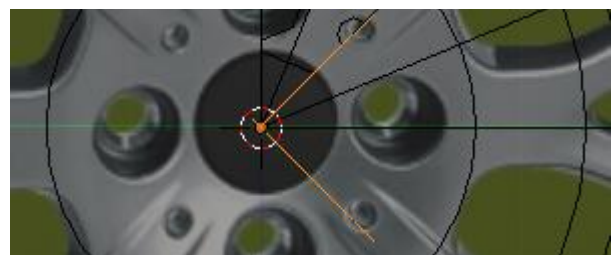

Figura 5.23
13. Coloque o cursor 3D na origem, **[Shift]+[S] > Cursor to Center**, insira um Empty, **[Shift]+[A] > Empty**, e rode-o -45° , **[R] > [X] > -45**, figura 5.23.